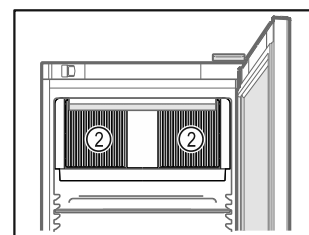

Fig. 56
- Ventilatiesleuf Fig. 56 (2) van de ventilator in de binnenruimte vrijhouden.